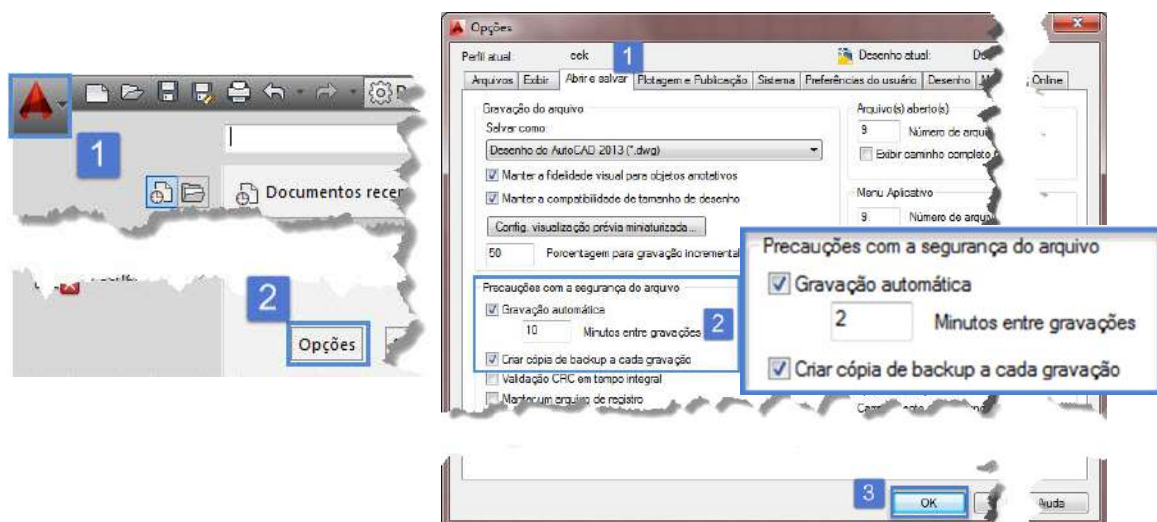

Figura 15 – Configuração do autosalvamento do desenho
Acessando as opções do desenho através do ícone do aplicativo (1) e o botão OPÇÕES (2), indicados na Figura 15. Uma janela de configurações é aberta. Acesse a aba Abrir e Salvar (1), e ajuste os minutos de gravações (2), conforme apresentado na Figura 15. Para finalizar pressione o botão OK (3).